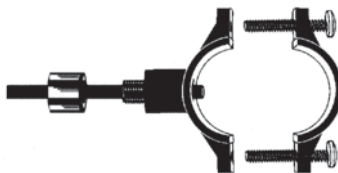

Рис. 13
3. Наклейте уплотнитель на внутреннюю сторону скобы дренажного хомута с резьбовым отверстием. Вставьте трубку в скобу дренажного хомута (**рис. 13**). Край трубки должен выступать примерно на 4-5 мм из внутренней части скобы. Закрутите накидную гайку хомута.